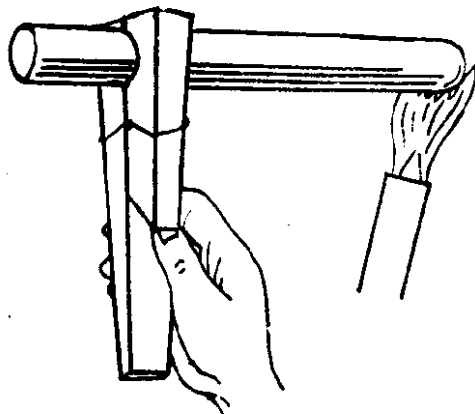

图5 试管的烤干
3. 烤干：烧杯，蒸发皿可置于石棉网上用灯火烤干。试管也可烤干，操作时试管要微微倾斜，管口向下，并不时翻转，防止水珠倒流炸裂试管，待无明显的水珠后，将管口朝上，以赶掉水气（图5）。